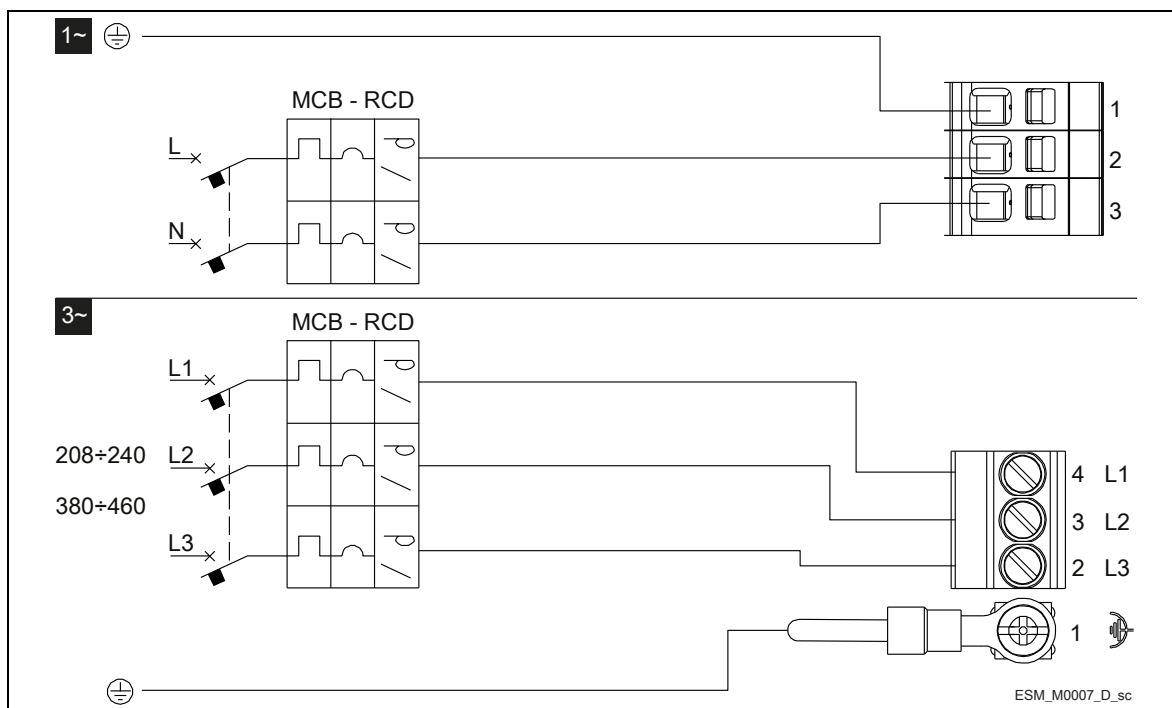

Bild 9: Kopplingschema
3. Anslut kabeln enligt trådningsdiagrammet. 4. Anslut jordledaren (massa) och se till att den är längre än fasledningarna. 5. Anslut fasledningarna.	Fig. 9